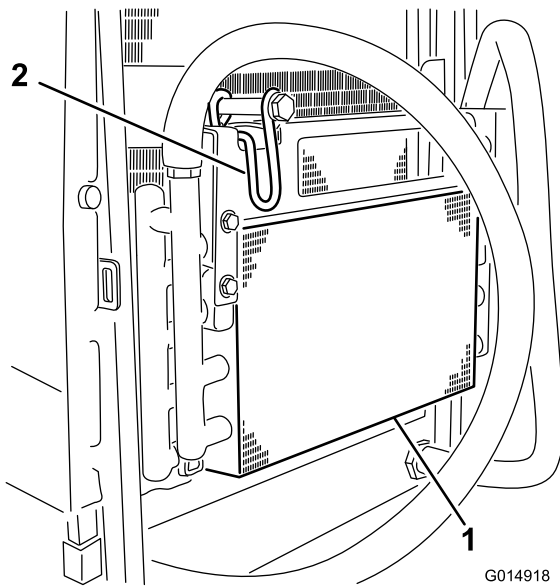

Bild 43
6. Drehen Sie den Riegel nach innen, um den Ölkuhler zu lösen (Bild 43).